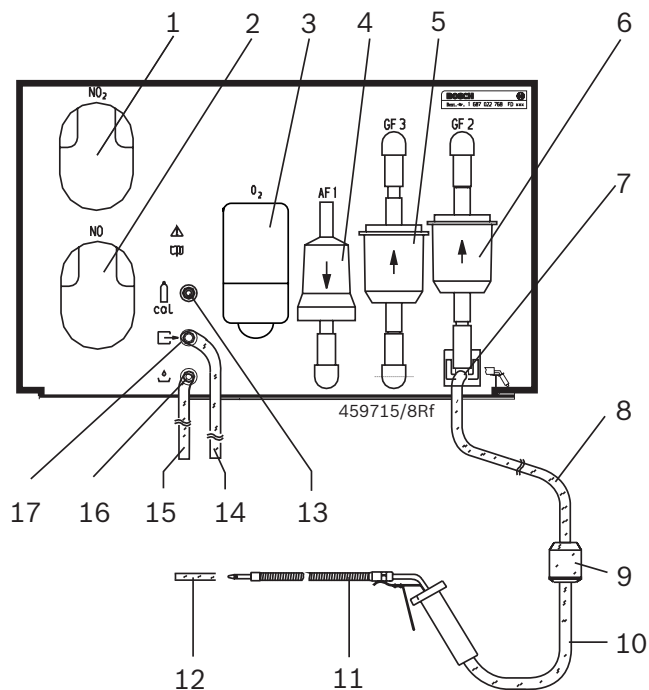

Fig. 3: AMM
BEA 460 jest wyposażony w czujnik pomiarowy  $O_2$ . Czujnik pomiarowy  $O_2$  jest przykręcony do ściany tylnej AMM w wyznaczonym do tego miejscu (fig. 3, poz. 3). Pomiar tlenu jest automatycznie wyrównywany do poziomu tlenu w powietrzu 20,9 %vol i jest potrzebny do obliczenia współczynnika lambda.
3. Podłącz sondę próbnika spalin z filtrem wstępnym GF1 i wąż próbnika spalin do BEA 460 (patrz fig. 3).